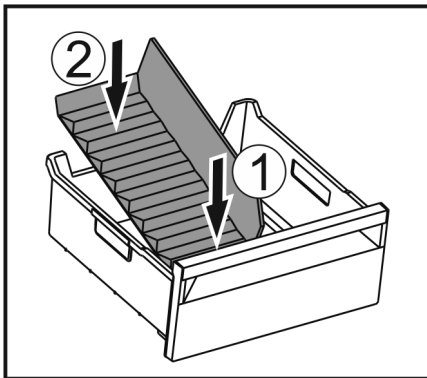

Fig. 139
- ▶ Vorderen Teil des Eisfach-Trenners einsetzen. Fig. 139 (1)
- ▶ Hinteren Teil des Eisfach-Trenners bis zum Schubfachboden absenken. Fig. 139 (2)